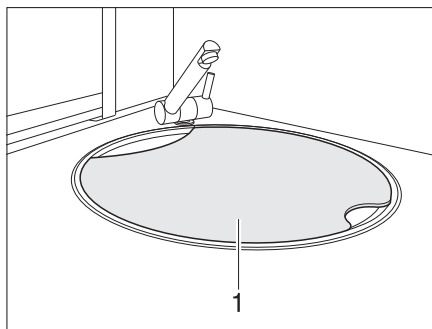

Fig. 12 Recouvrement d'évier
- ▶ En cas d'accident ou de freinage d'urgence, le recouvrement d'évier (Fig. 12,1) peut blesser les passagers du véhicule. Avant chaque départ, retirer le recouvrement d'évier et le ranger en sûreté dans le bloc cuisine ou dans la penderie.